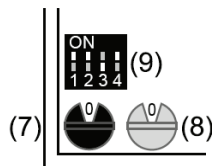

Bild 2: Dreh- und DIP-Schaltereinstellung
- Am Tasten-Aufsatz die Gruppenadresse 0-F des schwarzen Drehcodierschalters (Bild 2, 7) entsprechend der Einstellung am BTE-116 Tastenexpander einstellen.
- Am Tasten-Aufsatz die Teilnehmeradresse des blauen Drehcodierschalters (Bild 2, 8) entsprechend des Klingeltaster-Anschlusses am BTE-116 Tastenexpander einstellen.
- Den DIP-Schalter für Betriebsarten (Bild 2, 9) entsprechend Tabelle 1 einstellen.